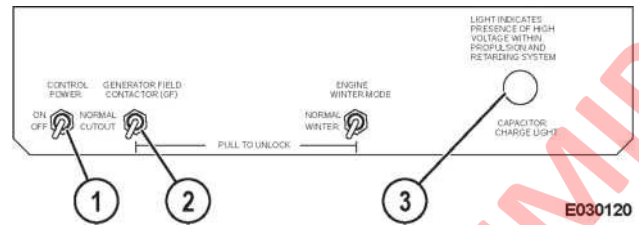

FIGURA 3-4. PANEL DE VISUALIZACIÓN DE INFORMACIÓN
- El campo del generador está cortado a través del interruptor GF (2, Figura 3-4) en el área de baja tensión del gabinete de control
1. Aplicar energía de control durante un mínimo de 30 segundos. A continuación, apague el control de potencia por medio de un switch de control de potencia (1) en el panel de interruptores.